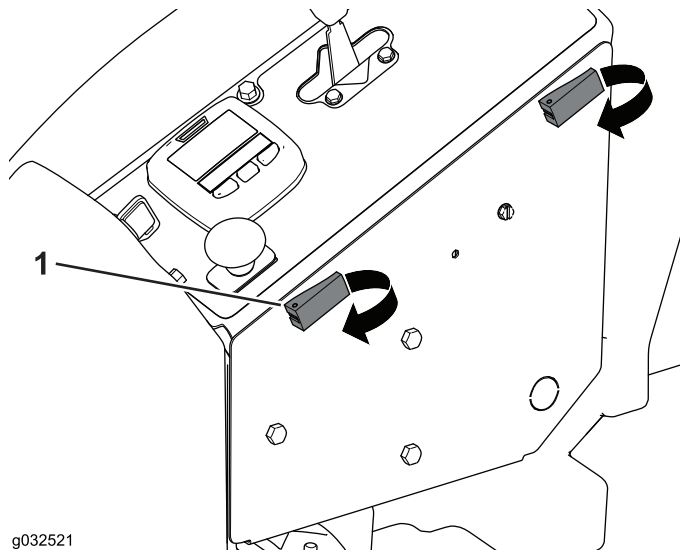

Figure 40
- Basculez les loquets à expansion et ouvrez le compartiment des commandes de l'utilisateur (Figure 40).